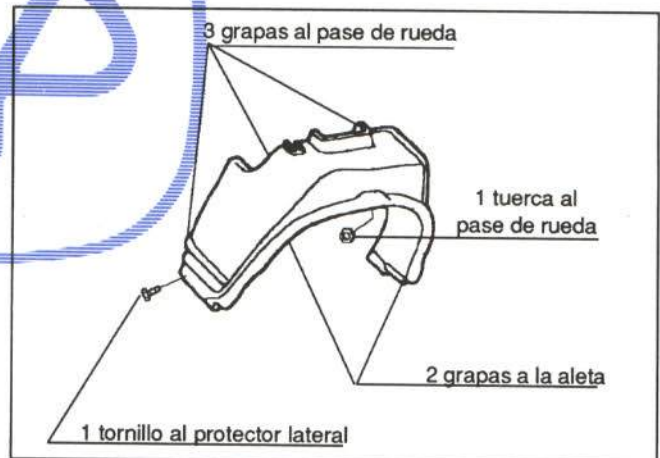

Figura 17.- Fijación del guardabarros de aleta
En la figura 17 se muestra su fijación.
- Guardabarros delanteros (figura 17)
- Guardabarros delantero (figura 17)